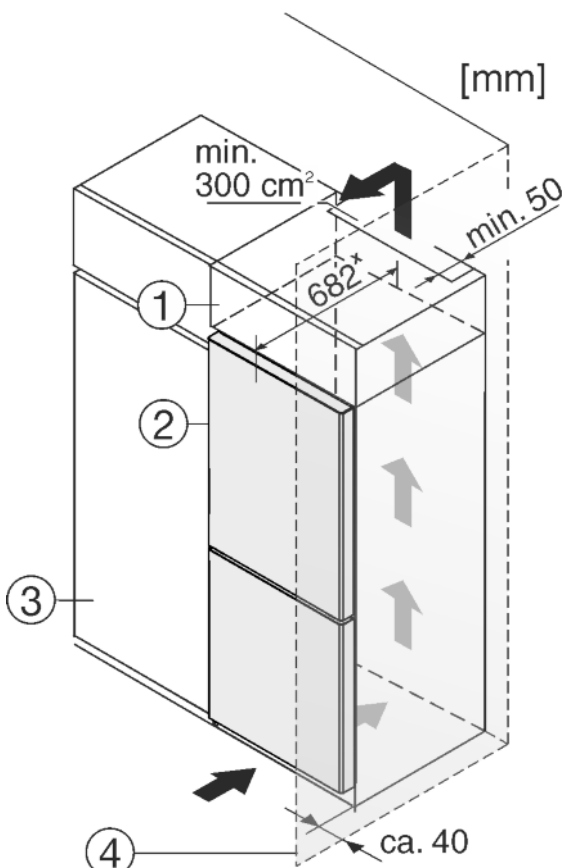

Fig. 44
- (1) Дополнительный шкафчик
- (2) Устройство
- (3) Кухонный шкаф
- (4) Стена
Устройство может быть окружено предметами кухонной обстановки. Чтобы уравнивать устройство Fig. 44 (2) по высоте с кухонной стенкой, можно установить над устройством соответствующий дополнительный шкафчик Fig. 44 (1).
В комбинации с кухонными шкафами устройство можно устанавливать непосредственно рядом с кухонным шкафом Fig. 44 (3). Чтобы можно было полностью открыть двери, устройство должно выступать, как минимум, на 82 мм* относительно передней стенки кухонного шкафа. В зависимости от глубины кухонных шкафов и использования пристенных распорок устройство может выступать и больше.
Если устройство установлено на шарнирах у стены Fig. 44 (4), то расстояние между устройством и стеной должно быть не менее 40 мм.